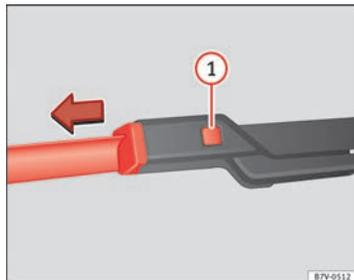

Fig. 111 Sostituzione delle spazzole dei tergicristalli.
- Tenere premuto il tasto di sblocco ⇒ fig. 111 ① tirando delicatamente la spazzola nella direzione indicata dalla freccia.